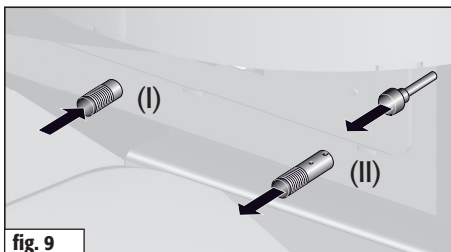

fig. 9
| Chiudere l'aria primaria.   | Premere la valvola dell'aria primaria (I) fino all'arresto. (fig. 9)          |
| Regolare l'aria secondaria.                                       | Posizionare la valvola dell'aria secondaria (II) tra lineetta 2 e 3. (fig. 9) |